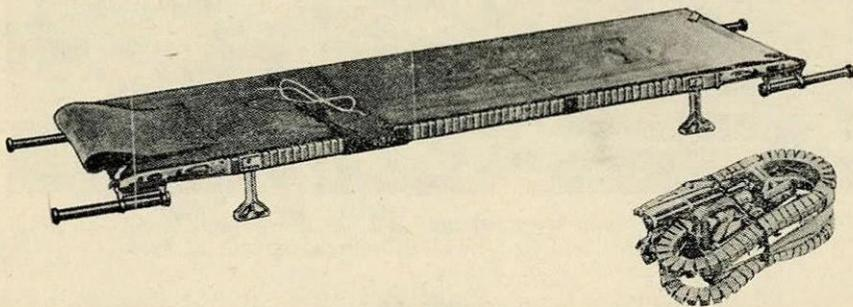

Abb. 1: Schukra-Trage.
*Aufbau:* Die Trage wird aus dem Transportsack gezogen und locker ausgerollt; die Holme bestehen aus zahlreichen Einzelgliedern (Abb. 1).